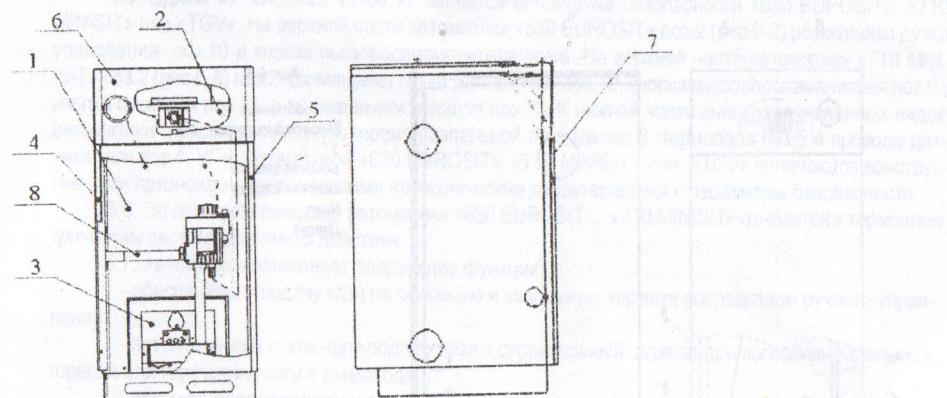
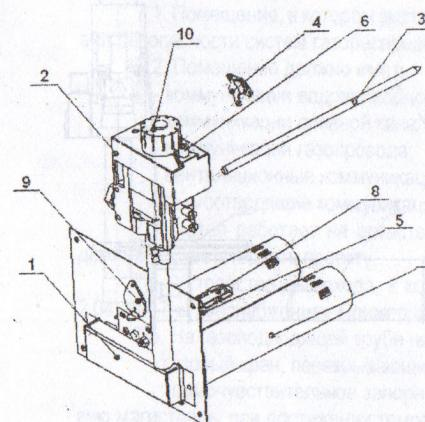

Рис.6.1
Рис. 6.2
6.1. Общий вид котла приведен на рис.6-1 и рис. 6-5.
6.3. Котел представляет собой сборную конструкцию, состоящую из теплообменника поз.1, тягостабилизатора поз.2, УГ с автоматикой безопасности «630 EUROSIT» или «TGV» (основные узлы и детали УГ показаны на рис. 6-2), автоматикой безопасности «710 MINISIT» (основные узлы и детали УГ показаны на рис. 6-6), боковых стенок поз.4 и поз.5, щита поз.6 и двери поз.7. В левой верхней части щита установлен термометр.
6.4. Газ через трубу подвода газа (рис.6-1 и 6-5) поступает в устройство газогорелочное далее из коллектора поз.1 (см.рис. 6-2 и 6-6), через сопла истекает в насадки поз.7 основной горелки, частично эжектируя воздух для горения. Вторичный воздух поступает через щелевые отверстия, расположенные в днище котла.
6.5. Одним из основных узлов УГ является автоматика безопасности «630 EUROSIT», «710 MINISIT» или «TGV». На верхней части автоматики «630 EUROSIT» поз.2 (рис.6-2) размещены ручка управления поз.10 и кнопка пьезовспламенителя поз.6. На верхней части автоматики «710 MINISIT» поз.2 (рис.6-6) поз.2 размещены ручка управления поз.10, кнопка пьезовспламенителя поз.6., кнопка пусковая поз.11. и кнопка выключающая поз.12. К нижней части вышеперечисленных видов автоматики присоединяются газопровод запальной горелки поз.8, термопара поз.5 и провода датчика тяги поз.4. УГ с автоматикой «630 EUROSIT», «710 MINISIT» или «TGV» отличаются конструктивными признаками, не влияющими на технические характеристики и параметры безопасности.
8.1.1. Пуск УГ с автоматикой безопасности «630 EUROSIT», «TGV» (рис. 6-2)